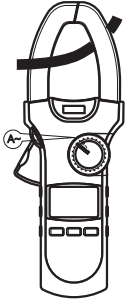

图 10
- ① 关闭待测量导体的电流;
- ② 按住扳机打开钳头, 将钳头夹取待测导体, 然后缓慢地放开扳机, 直到钳头完全闭合, 请确定待测导体是否被夹取在钳头的中央, 未置于钳头中心位置会产生±1.0%读数附加误差;
- ③ 按ZERO键使显示归零; (待读数稳定在最小值状态, 按ZERO键清零)
- ④ 开启待测量导体的电流, 读取钳表稳定后的数值。
- ⑤ 如此测量的结果将可得到更准确的直流电流读数。
8. 交流电流测量 (A~) (见图10)